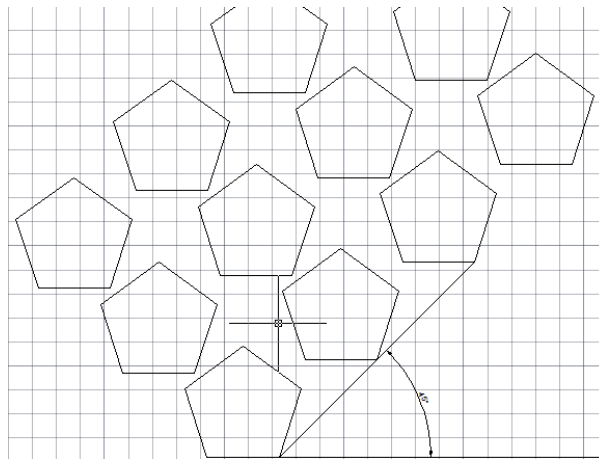

Рисунок 3.6 – Поворот масиву на кут 45°
2. Створіть прямокутний масив під кутом в 45° щодо осі X (рис. 3.6).